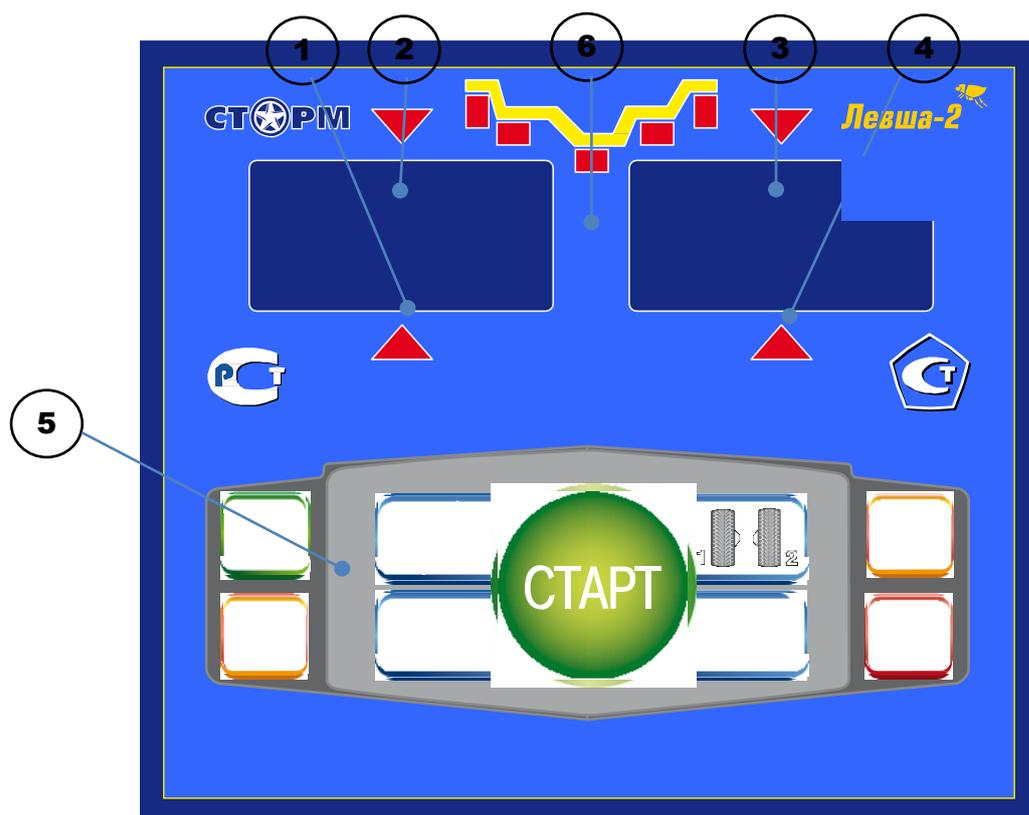

рис.8.1.
8.1. Общий вид лицевой панели показан на рис. 8.1.
При выдвигении штанги на индикаторах 1 (рис. 8.1) отображается значение параметра "А". Значение параметра "d" отображается на индикаторах 4.
Для ввода ширины нажмите кнопку "+" или "-" на индикаторах 1 (рис. 8.1) высветится "-b-", а на индикаторах 4 значение ширины диска. Через 2-3 сек после установки ширины индикаторы в режим отображения текущего дисбаланса.
Дважды нажать кнопку "A, d, b", после чего на индикаторах 1 (рис. 8.1) загорается символ "А", а на индикаторах 4 исходная величина дистанции. Нажимая кнопки "-" и "+" установить на индикаторах 4 требуемую величину дистанции. Через 2-3 сек после установки дистанции показания на индикаторах 1 и 4 возвращаются к отображению текущего дисбаланса, а кнопки "-" и "+" возвращаются в режим ввода ширины обода.
11.1. Переключение схем ALU1-ALU5 осуществляется последовательным нажатием кнопки "ALU" при этом схема установки грузов отображается загоранием соответствующих светодиодов 6 (рис.8.1), кроме того, на индикаторах 1 отображаются символы ALU, а на индикаторах 4 номер 1-5. Через 2-3 сек. после установки требуемой программы ALU индикаторы 1-4 переходят в режим отображения дисбаланса.
Эта функция обеспечивается тем, что каждый раз при вводе новых геометрических параметров и установке требуемой программы ALU, предыдущее состояние запоминается. Для перехода от одного набора параметров к другому необходимо нажать кнопку "1-2". Визуальный контроль того, какие параметры установлены в данный момент, осуществляется нажатием "A,d,b" на индикаторах 4 (рис.8.1) будут последовательно отображены, установленные в данный момент диаметр и ширина обода и дистанция.
14.1. При включении тумблера питания СБ на индикаторах 1 (рис. 8.1) высвечивается трёхзначное число -номер версии программного обеспечения. Через 2-3 сек на индикаторах 1 и 4 должны загореться нули, кроме того должны загореться светодиоды 6, что свидетельствует о включении режима стандартной балансировки с установкой на обеих плоскостях коррекции грузиков на пружинках. На светодиодах 2 и 3 (рис. 8.1) должны загореться оба светодиода.
14.2. При включении СБ программа измерения дисбаланса настраивается таким образом, что дисбаланс менее 8 г (заводская установка) на любой плоскости коррекции не показывается, в этом случае на индикаторах 1 и 4 (рис. 8.1) высвечиваются "0". Минимальный дисбаланс отображающийся на индикаторах 1 и 4 равен 8г. Дисбаланс, превышающий 8г, округляется до величины кратной 5, т. е. дисбаланс 9, 10, 11 и 12 г отображается цифрой 10, дисбаланс 13, 14,15, 16 и 17 г - цифрой 15 и т. д. Для просмотра неокруглённого значения дисбаланса или дисбаланса менее 8г. необходимо нажать кнопку "<", при этом на индикаторах 1 и 4 на 2-3 сек высвечиваются фактические значения дисбаланса, определённые в данном запуске.
14.5.1. Поднимите защитный кожух. Вручную поворачивайте колесо в направлении, которое показывают светодиоды 2 и 3 (рис. 8.1.) до тех пор, пока не загорятся оба светодиода и начнут мигать вместе с значением массы корректирующих грузов.